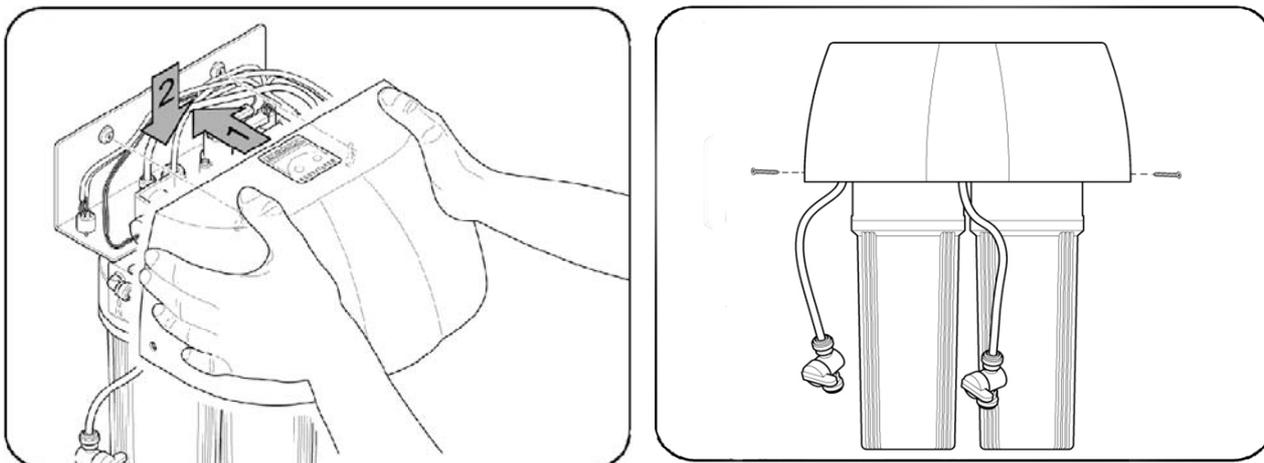

Abb. 3.6 Befestigung des Entionisierer -Deckels
7. Den Deckel des Aquafilters wie in Abb. 3.6 dargestellt montieren. **Dabei darauf achten, nicht mit Gewalt am Verbindungskabel zwischen Deckel und Elektroventil zu ziehen.** Den Deckel seitlich mit den zwei mitgelieferten Schrauben befestigen.